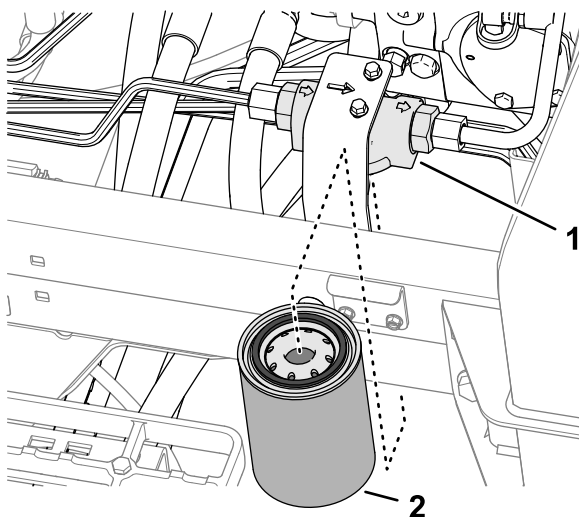

Figura 104
3. No lado esquerdo da máquina, alinhe um recipiente de drenagem debaixo do filtro de carga (**Figura 104**).